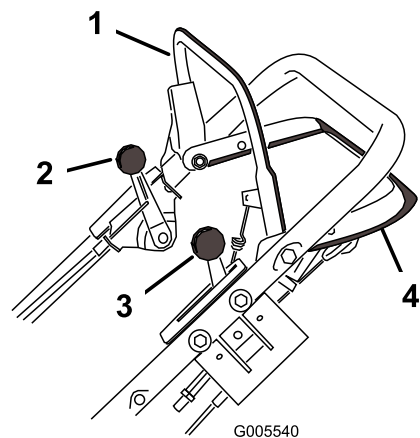
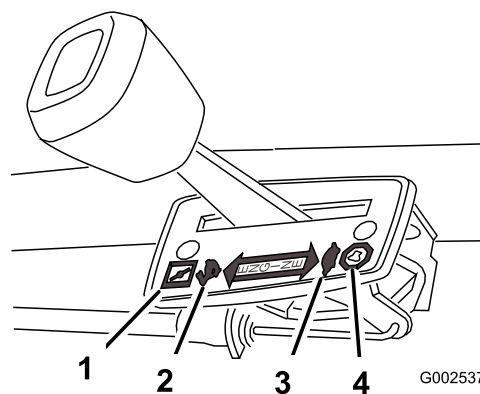

Figura 10
Figura 11
Los ajustes del acelerador se muestran en (Figura 11).
La barra de control de la cuchilla, el mecanismo de bloqueo de la barra de control, la palanca de control de velocidad sobre el terreno, la palanca de control del acelerador y la barra de control de tracción se encuentran en la parte superior del manillar, según muestra (Figura 10).
4. Mueva el control de velocidad sobre el terreno a la posición de Punto muerto (N) (Figura 10 y Figura 11).
El cortacésped tiene tres velocidades sobre el terreno: 1 es velocidad lenta, 2 es velocidad media, y 3 es velocidad rápida. El control de velocidad sobre el terreno está situado en el manillar superior (Figura 11).